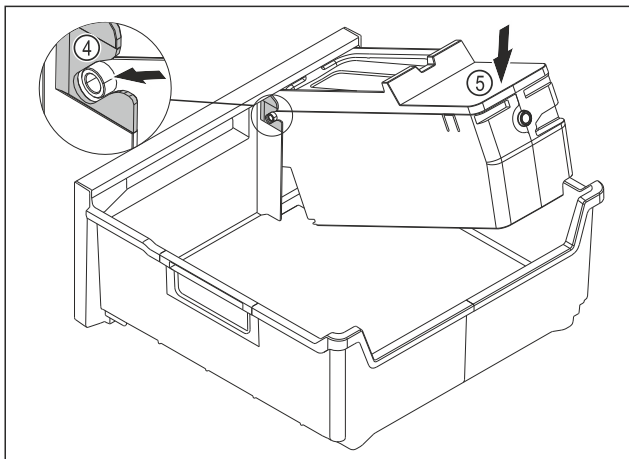

Fig. 176
- ▶ Montera EasyTwist-Ice-enheten: Skjut in axlarna på EasyTwist-Ice-enheten i styrningarna *Fig. 176 (4)*.
- ▶ Tryck EasyTwist-Ice-enheten *Fig. 176 (5)* baktill nedåt.